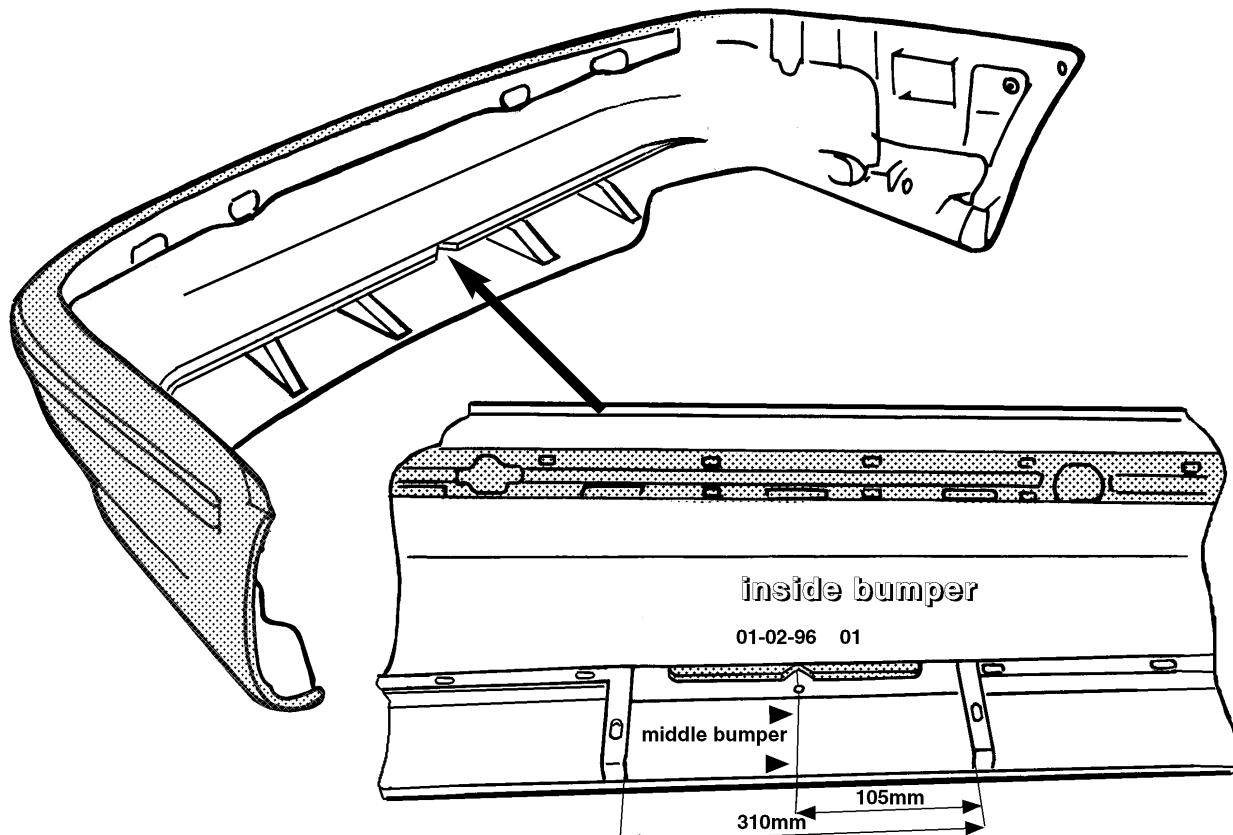

FIG.6
2. Couper une partie de la rainure de retrait située à l'intérieur du pare-chocks, conformément aux fig. 6 et 6a. Découper le modèle et le placer contre le pare-chocks, conformément aux fig. 6 et 6a. Découper le modèle et le placer contre le pare-chocks, conformément à la fig. 6b. Découper le modèle et le placer contre le pare-chocks, conformément à la fig. 6c. Attention à ne pas endommager le pare-chocks en l'insérant dans le châssis gauche et droit, conformément à la figure.
2. Klipp ut en del ur förstärkningsrännan på stötfångarens insida enligt fig. 6 t o m 6a. Klipp ut fasonmallen och placera den på stötfångarens insida enligt fig. 6b. Såga ut den i fig. 6c markerade delen. **OBS! Skada inte stötfångaren vid borrandet.** Anbringa enligt fig.7 packningarna på bakväggen vid chassis vänstra och högra del. Placera stöden A enligt fig. 7a och 7b i det vänstra och högra chassit. Placera stöd D på bagageutrymmets sida "enligt fig. 8" och fäst fyra skruvar M10x35 inklusive planbrickor, fjäderbrickor och muttrar på punkterna C. Sätt fast skruvarna för hand.
2. Recortar de acuerdo con las fig. 6 a 6a una parte de la costilla de refuerzo en el interior del parachoques. Recortar la plantilla y colocarla en el interior del parachoques de acuerdo con la fig. 6b y serrar la parte indicada en la fig. 6c. **¡Atención! Al taladrar no dañar el parachoques.** Montar las juntas de acuerdo con la fig. 7 a la altura del chasis izquierdo y derecho en la pared trasera.